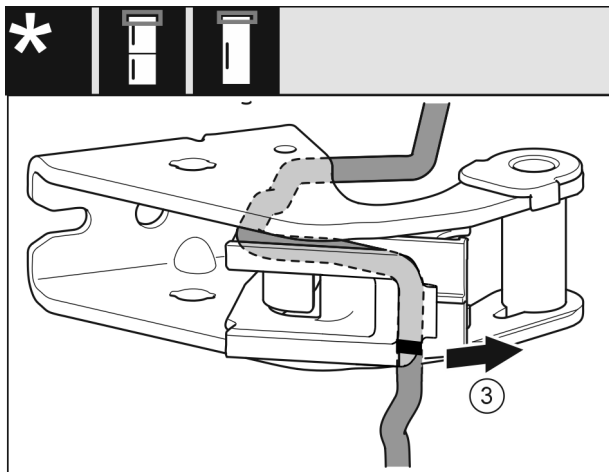

Fig. 15
- ▶ Демонтувати кабель з тримачем кабелю з опорного кронштейну. Fig. 15 (3)